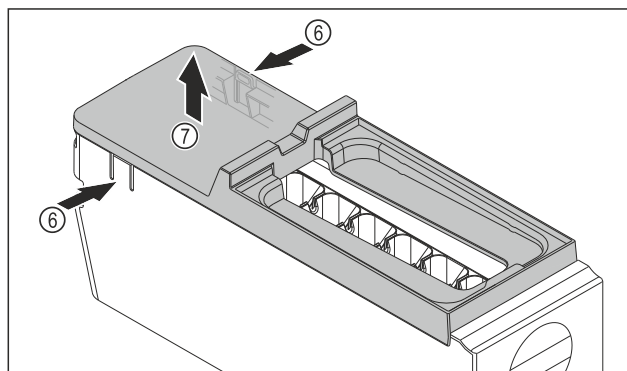

Fig. 75
- ▶ Зняти кришку з корпусу EasyTwist-Ice: натиснути однією рукою на накладки Fig. 75 (6) з обох боків корпусу EasyTwist-Ice.
- ▶ Зняти кришку Fig. 75 (7), потягнувши її вгору іншою рукою.